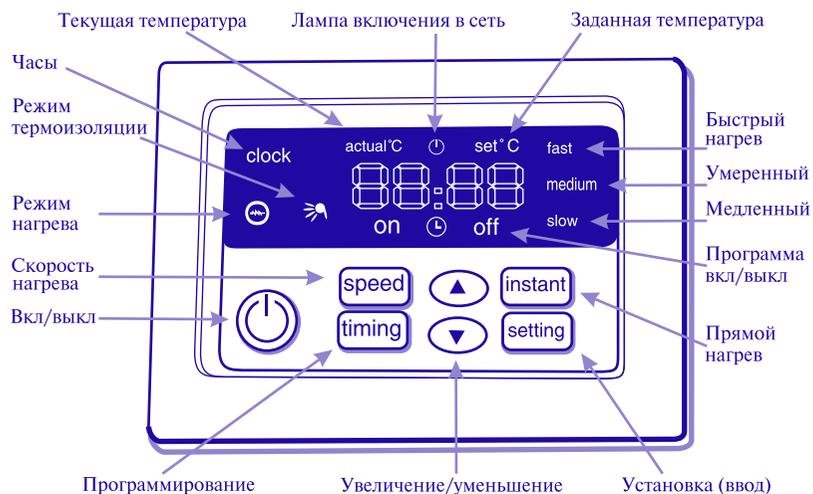

Рис. 1. Расположение функциональных кнопок блока управления.
4.2. ЭВН укомплектован цифровым дисплеем с цветным экраном, на который выводится оперативная информация. Управление режимами работы, их программирование и изменение производится также с дисплея с помощью кнопок управления (см. Рис. 1).